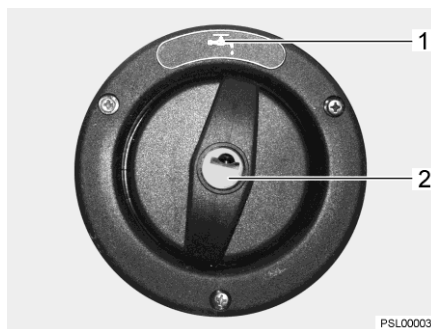

Bild 92 Verschlussdeckel für Trinkwasser-Einfüllstutzen
Der Trinkwasser-Einfüllstutzen ist mit dem Symbol "☰" (Bild 92,1) gekennzeichnet. Der Verschlussdeckel wird mit dem Schlüssel für die Außenklappenschlösser geöffnet und verschlossen.
- Schlüssel in Schließzylinder (Bild 92,2) stecken und eine viertel Umdrehung entgegen dem Uhrzeigersinn drehen.
- Trinkwasser-Einfüllstutzen (Bild 92) öffnen.